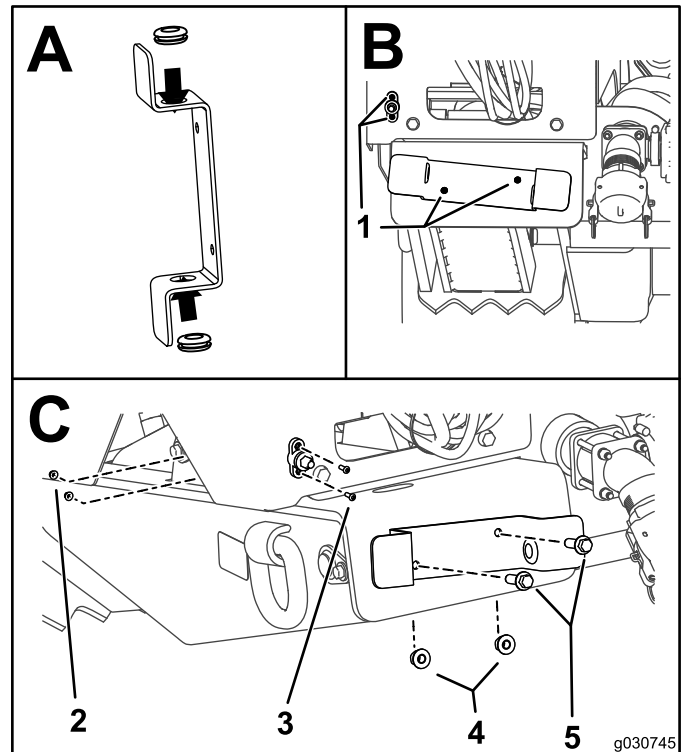

Figura 3
1. Instalar os ilhoses no suporte (Caixa A da Figura 3).
2. Utilizando o suporte e o bloco de junção como guia, marque e execute 4 furos, como mostrado na Caixa B da Figura 3.
3. Fixe os suportes com 2 parafusos (M12) e 2 porcas autotravantes (M12), como mostrado na Caixa C da Figura 3.
5. Fixe o bloco de junção com 2 parafusos (M5) e 2 porcas (M5), como mostrado na Caixa D da Figura 3.